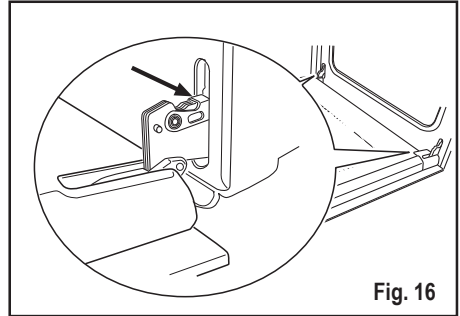

Fig. 16
- 2) Identifiez les deux charnières de la porte (Fig. 16).